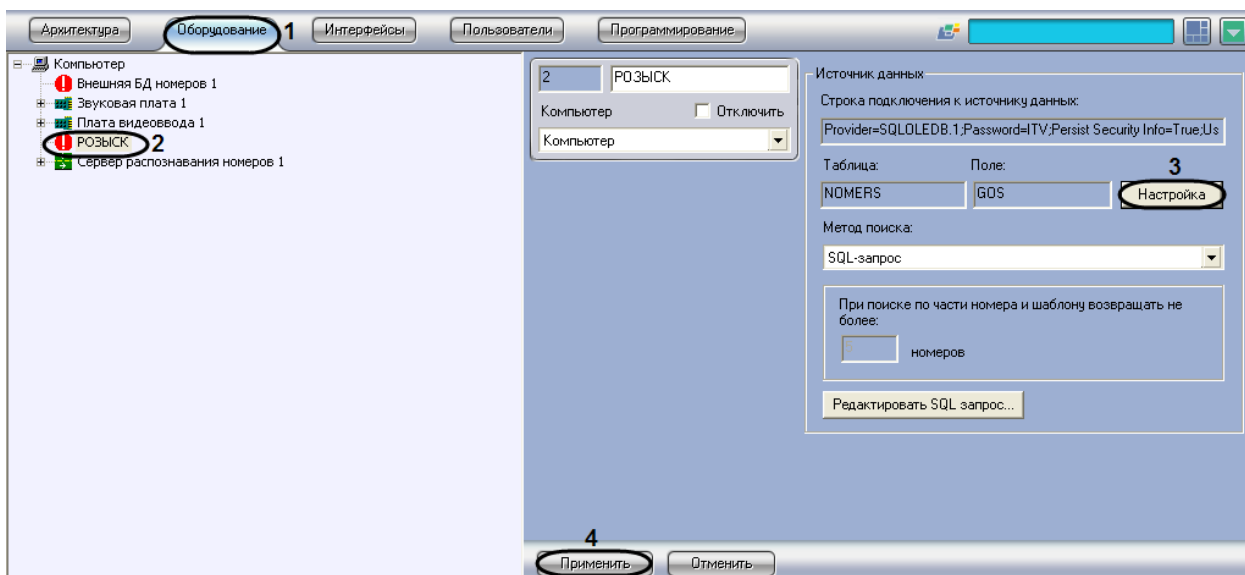

Рис. 7.5—8. Присвоение названий столбцам таблицы, содержащей номера транспортных средств
2. Выбрать в дереве объект «Внешняя БД номеров» (Рис. 7.5—8, 2).
3. Нажать кнопку «Настройка» (см. Рис. 7.5—8, 3).